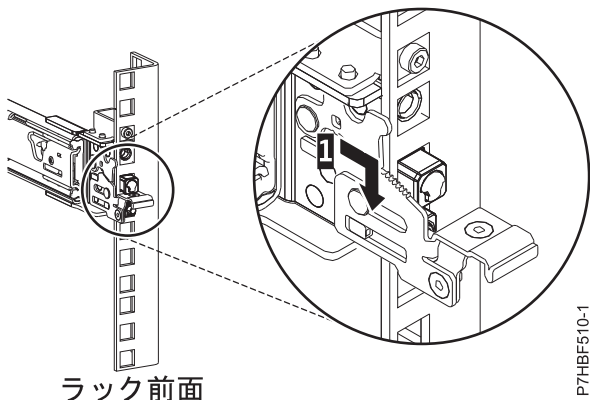

図5. ラックの前面レールに取り付けられたピン
6. スライド・レールを前方に引き、レール前部の 3 つのピンを、事前にマークを付けた、選択済みの EIA 単位の 穴に挿入します。スライド・レールを下方に下げて (1)、中央のピンのフック機構を噛み合わせます。詳しくは、図5 を参照してください。